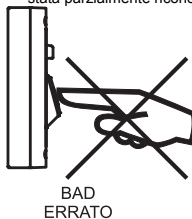

Fig.1
- L'utente striscia il dito (la cui impronta è stata precedentemente memorizzata) sul lettore d'impronte come mostrato in Fig.1;
- C6. Swipe the finger (the finger to be stored) over the reader as shown in fig 1